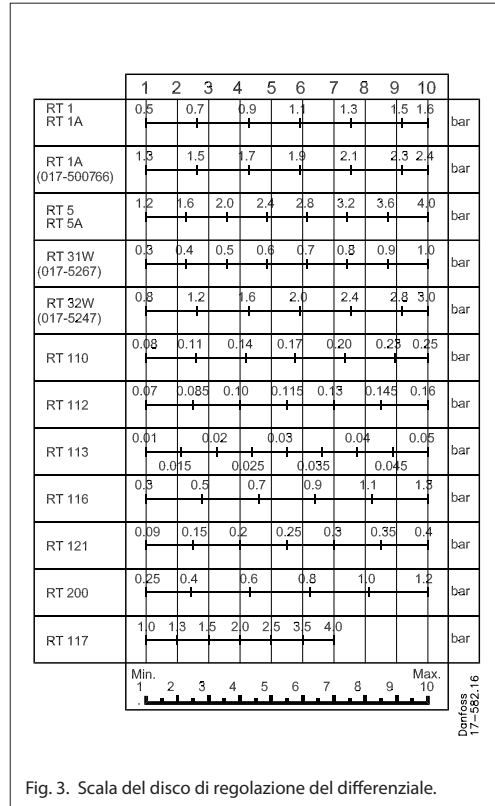

Fig. 3. Scala del disco di regolazione del differenziale.
Il valore viene impostato usando la manopola di regolazione (5) leggendo allo stesso tempo la scala di regolazione (9). Per i pressostati muniti di cappuccio di tenuta, devono essere usati appositi utensili. In unità provviste di differenziale fisso, la differenza tra pressione di inserimento e disinserimento è fissa. Se le unità hanno differenziale regolabile, il coperchio anteriore deve essere rimosso. Il disco differenziale (19) deve essere impostato in base al diagramma di fig. 3.